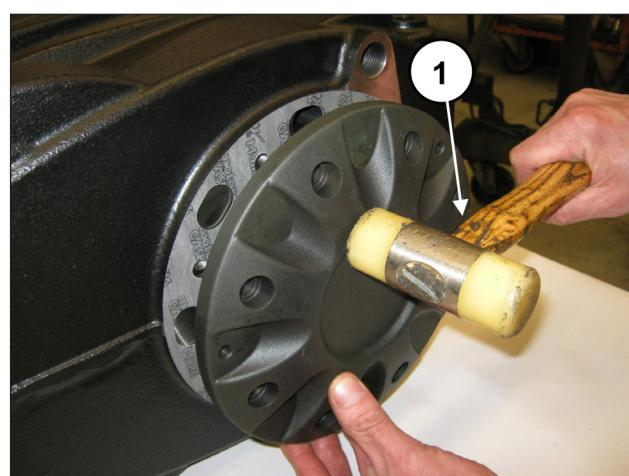

Abb. 61
Montieren Sie den Lagerdeckel (samt Dichtung) mithilfe des Schlagwerks (Pos. ①, Abb. 61)